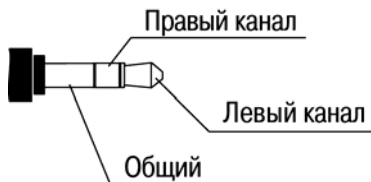

Рисунок 3.5 – Назначение контактов штекера для аудио-выхода
- соединитель аудио-выхода, предназначенный для подключения наушников или внешней звуковой усилительной аппаратуры (назначение контактов см. рисунок 3.5).